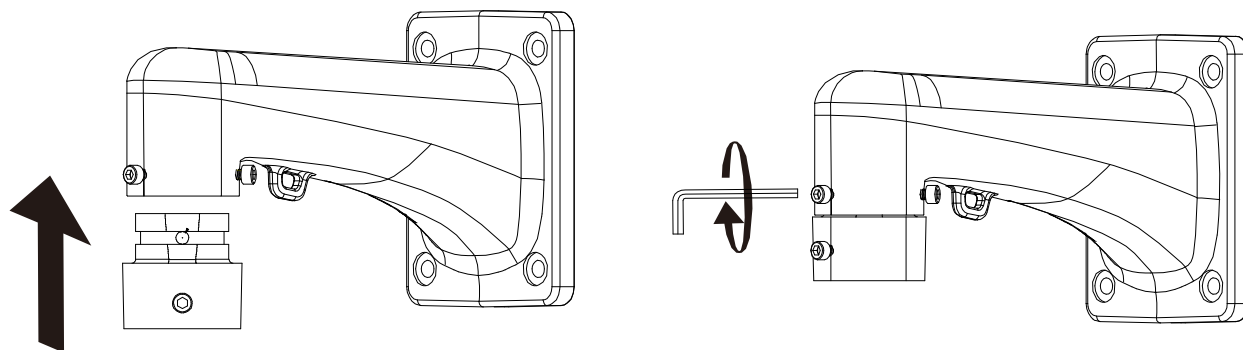

Рисунок 4.5 – Монтаж
6. Далее присоедините монтажный адаптер BOLID BR-305 к настенному кронштейну BOLID BR-110 (Рисунок 4.5).
7. С помощью ключа «Шестигранник» затяните фиксирующий винт М6×8 настенного кронштейна BOLID BR-110 (Рисунок 4.5) для фиксации монтажного адаптера.
9. С помощью ключа «Шестигранник» затяните фиксирующий винт М6×8 монтажного адаптера BOLID BR-305 (Рисунок 4.5) для фиксации монтажного адаптера BOLID BR-306.